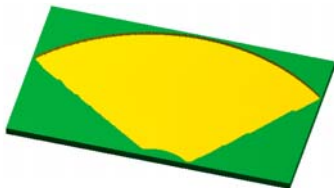

图 10.3.8 仿真结果
(1) 在“操作管理器”中确认 节点被选中, 然后单击“验证已选择的操作”按钮 , 系统弹出“Mastercam Simulator”对话框。
(2) 在“Mastercam Simulator”对话框中单击  按钮。系统将开始进行实体切削仿真, 结果如图 10.3.8 所示, 单击  按钮。